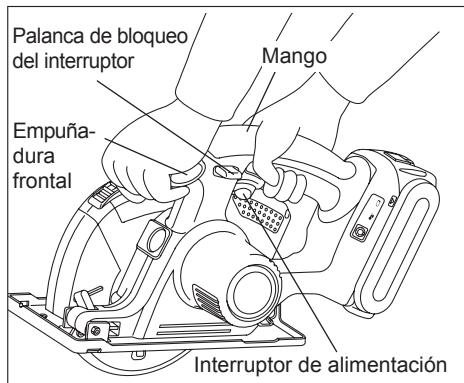

Fig. 8
Sostenga la herramienta con ambas manos. (Consulte la Fig. 8.) No intente extraer el material de corte cuando la cuchilla esté en movimiento.
- Siempre sujeté el asa con una mano y la asidera delantera con la otra. (Vea la Fig. 8) Mantenga el asa firme y presione el interruptor hasta el fondo.